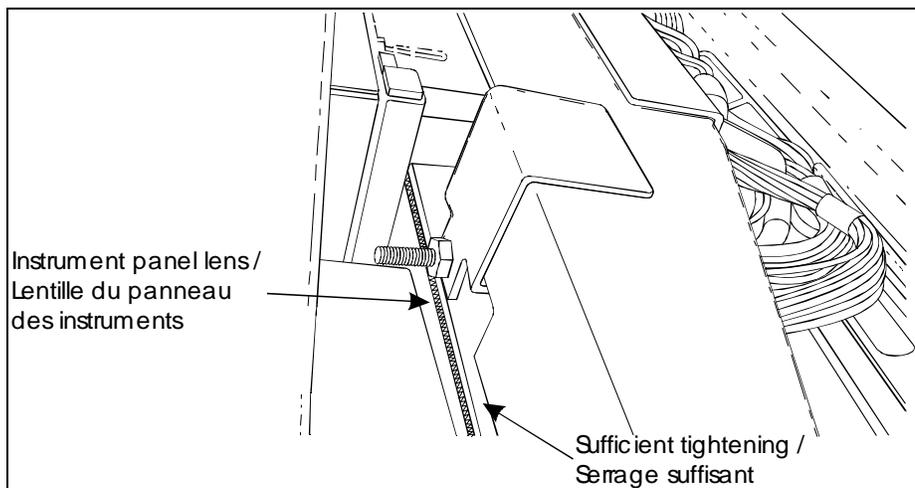

FIGURE 14
Les butées supportant le panneau des instruments peuvent être abaissées de 1 mm à 2 mm maximum si lors de serrage, la lentille du panneau ne dégage pas le logement (Figure 14).
25. Ramener le haut du panneau des instruments, insérer les vis et serrer les écrous jusqu'à ce que le boîtier du panneau des instruments soit appuyé sur le logement (Figure 14).